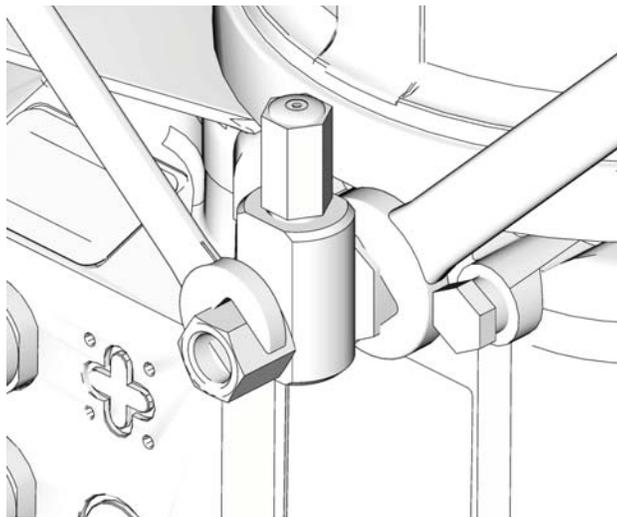

FIG. 11
- Utilisez toujours deux clés travaillant dans des directions opposées, pour raccorder quoi que ce soit à l'élément de pompe ou aux raccords auxiliaires. Voir la FIG. 11 pour un exemple.